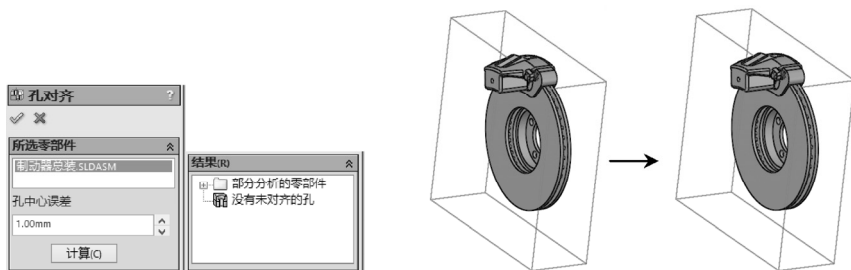

图 5-80 孔对齐检查操作
STEP 3 单击“装配”工具栏中的“孔对齐”按钮，设置“孔中心误差”的最小距离为 1mm，单击“计算”按钮，可以查找系统中未对齐的孔，由于本文实例中没有未对齐的孔，所以“孔对齐”前后，视图没有改变，如图 5-80 所示。